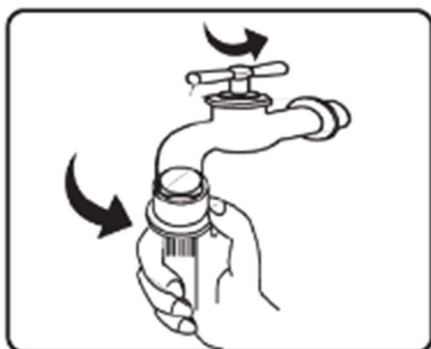

Рис. 1
- Закройте кран и отсоедините шланг подачи воды от крана (Рис. 1).